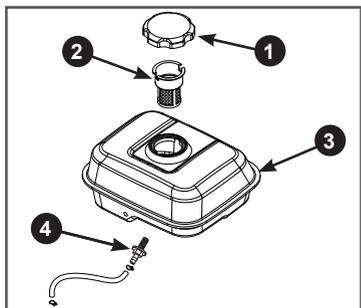

Рис. 36. Топливный бак и топливные фильтры
В топливном баке установлены два сетчатых топливных фильтра. Один фильтр устанавливается в заливной горловине топливного бака. Второй фильтр конструктивно объединен со штуцером топливного бака и установлен внутри бака (Рис. 36).
Каждые 300 часов работы или один раз в год в зависимости от того, что наступит раньше, необходимо производить очистку топливного бака от грязи и конденсата. Перед этим рекомендуется полностью выработать топливо. Одновременно с очисткой топливного бака необходимо проверять и очищать фильтр 4, установленный внутри бака (Рис. 36). Поврежденный или сильно загрязненный фильтр необходимо заменить.
3. Выкрутите из топливного бака выходной штуцер 4 и производите его очистку (Рис. 36). Внимательно осмо-